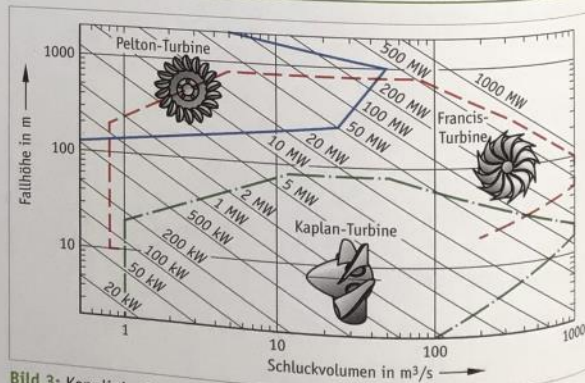

Bild 3: Kennlinienfeld für Wasserturbinen
- Entnehmen Sie alle Informationen dem Kennlinienfeld unten (Bild 3).